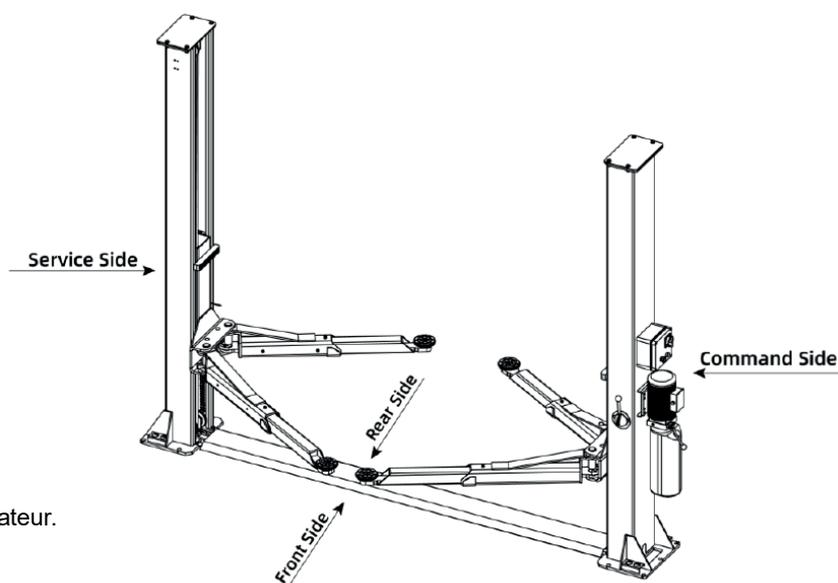

Fig. 14
- ✓ **Command side = colonne principale côté commandes** : ce côté de l'élévateur comprend la zone réservée aux opérateurs pour accéder au boîtier de commande. (Fig. 14).